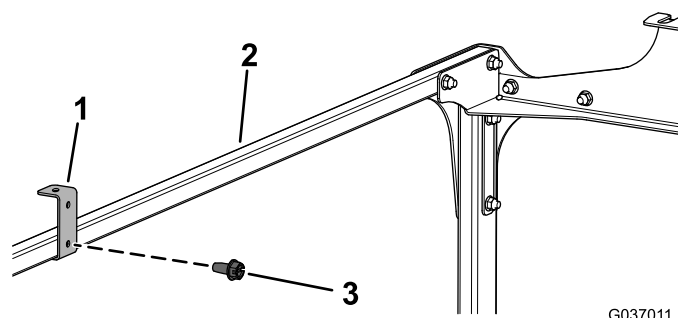

Bild 12
12. Befestigen Sie die zwei Dachstützhalterungen mit zwei Blechschrauben (1/4" x 1/2") an den Querverbindungsrohren, wie in **Bild 12** abgebildet.